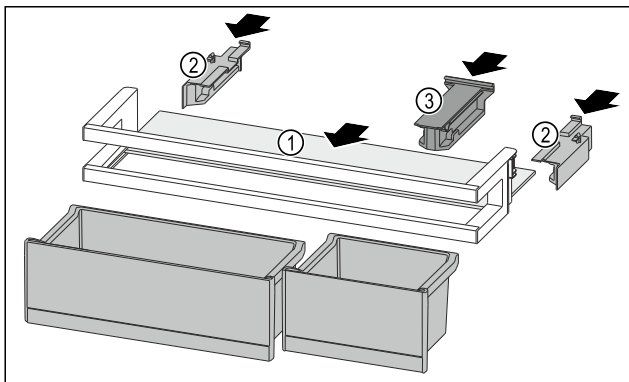

Fig. 95
- ▶ Insérer la tablette de rangement Fig. 95 (1) dans les évidements latéraux.
- ▶ Installer les parties latérales Fig. 95 (2).
- ▶ Installer la pièce de retenue Fig. 95 (3).